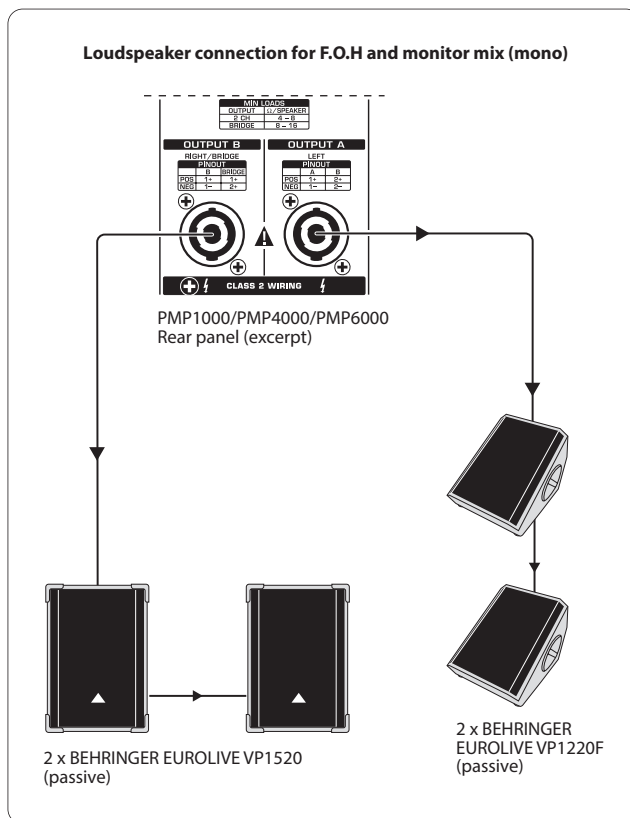

图 5.3: EUROPOWER 调音台作为单声道双通道放大器 (举例)
插图 5.3 所示的应用时 (单声道双通道放大器) AMP MODE 开关 (27) 必须位于中间位置 (PMP4000/PMP6000: MON 1/MONO 或 PMP1000: MON)! 经过两个扬声器输出端相互分开地输出主信号和监听信号, 继续传输给两部平行接线的扬声器。